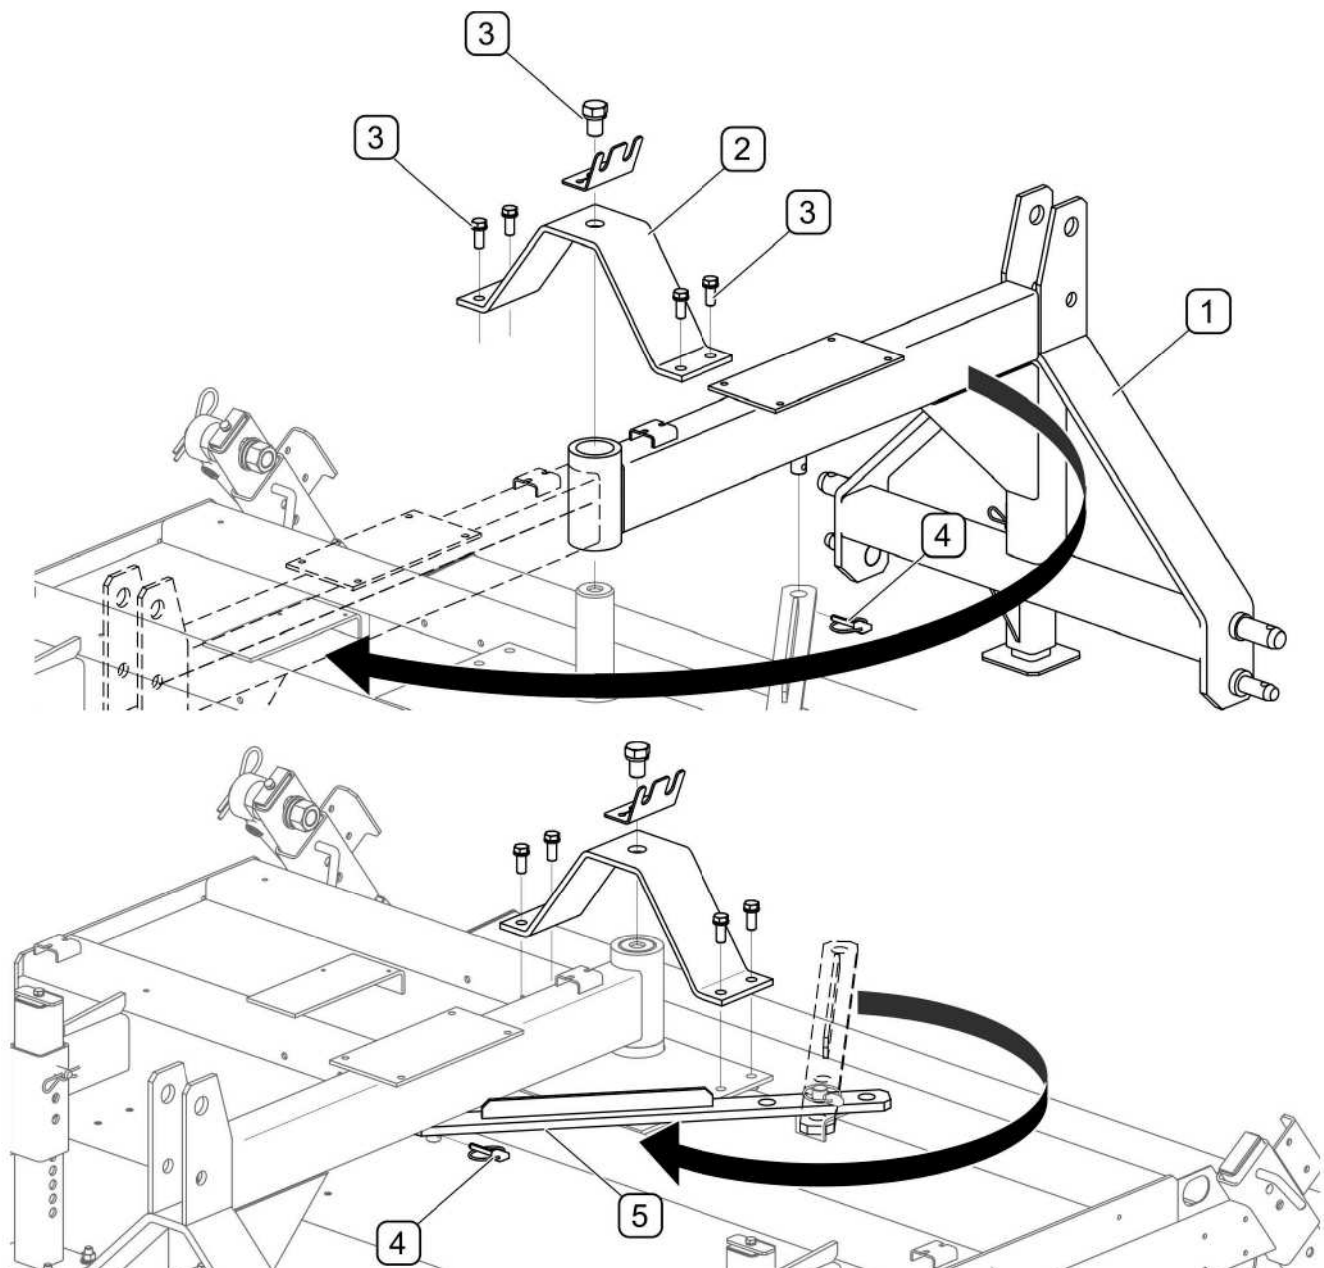

ABB. 4.9A Einstellen der Kehrmaschine für den Betrieb vor dem Trägerfahrzeug
(1) - Rahmen der Aufhängung; (2) - Halterung des Hauptzapfens;
(3) - Befestigungsschrauben der Halterung; (4) - Stift; (5) - Leiste;
Um die Kehrmaschine für den Betrieb vor dem Trägerfahrzeug umzurüsten (Abb. 4.9A), müssen der Sicherheitsstift (4) der Leiste (5) herausgezogen, die 5 Befestigungsschrauben (3) der Halterung (2) des Hauptzapfens herausgeschraubt und der ganze Rahmen (1) der Aufhängung um 180° gedreht werden, wonach die Halterung (2) wieder festgeschraubt werden muss. Die Leiste (5) umdrehen, den Rahmen der Aufhängung am Zapfen befestigen und mit dem Stift (4) sichern. Bei Kehrmaschinen mit